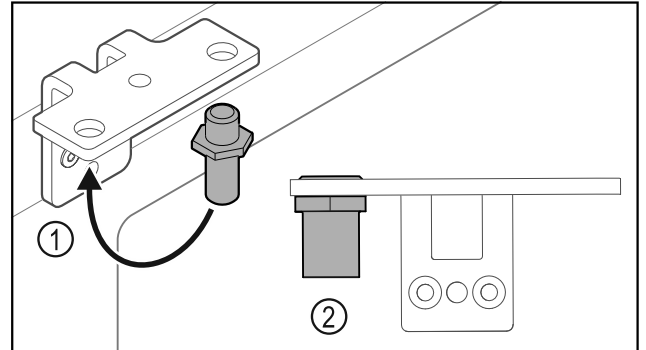

Fig. 30
- Spostare il perno Fig. 30 (1) nella cerniera angolare.
- Serrare il perno Fig. 30 (2) con una **coppia di 12 Nm**.